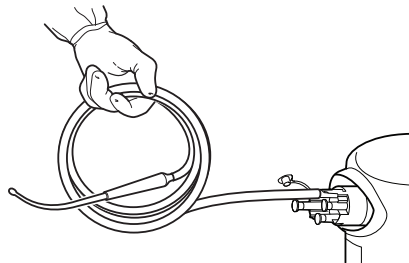
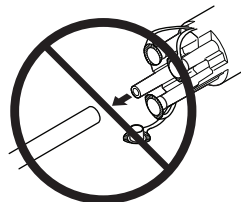

Abbildung 6 Absaugschlauch ergreifen
Abbildung 7 Schläuche bei der Entsorgung am Sammelrohr belassen
1. Den Absaugschlauch bei eingeschalteter Absaugung greifen und zum Anschluss des Sammelrohrs hin halten, um Flüssigabfall aus dem Schlauch zu entfernen (Abbildung 6). Die angebrachten Absaugschläuche NICHT vom Sammelrohr abnehmen (Abbildung 7).